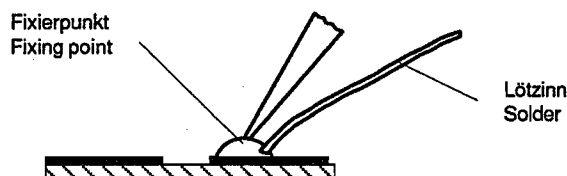

Fig. 3
3. Lötspitze von Lötückständen säubern. Lötperle anbringen (Fig. 3).
3. Remove possible residues from the soldering point. Then apply a solder bead (Fig. 3).